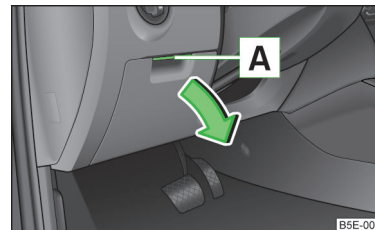

Abb. 58
- › Den Griff **[A]** » Abb. 58 anheben und das Fach in Pfeilrichtung aufklappen.